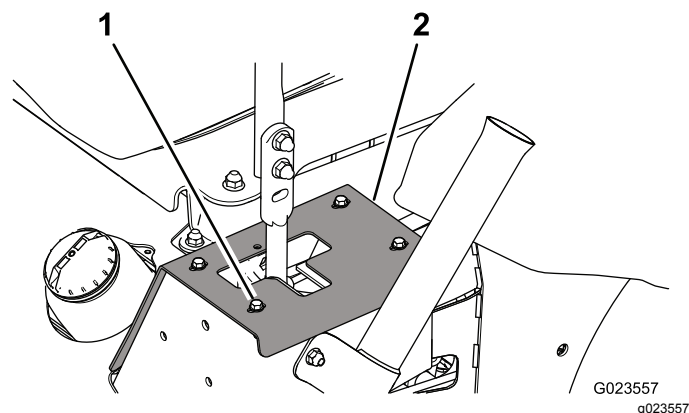

Figura 62
2. Per accedere ai bulloni di montaggio dell'ammortizzatore, rimuovete i bulloni che fissano le piastre della battuta al telaio (Figura 62).